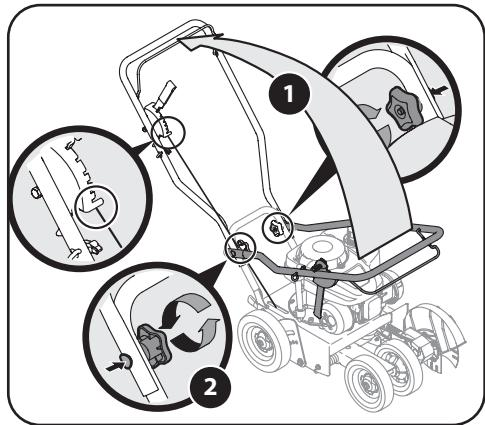

Figura 2-1
- Pivoté la barra superior hacia arriba hasta que calce en su lugar. Véa la Figura 2-1.